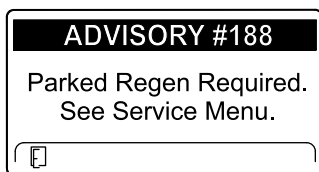

Figura 48
- Parked regeneration required (Es necesaria una regeneración con la máquina aparcada) ADVISORY #188 (Aviso n.º 188) (Figura 48)